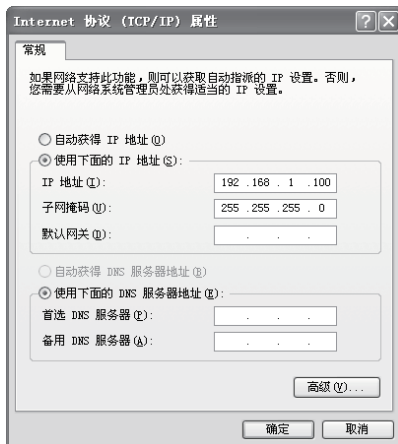

图4-1 本地连接
2. 设置PC本地连接IP地址为192.168.1.X, X为2~252中任意整数, 子网掩码为255.255.255.0, 如图4-1所示。